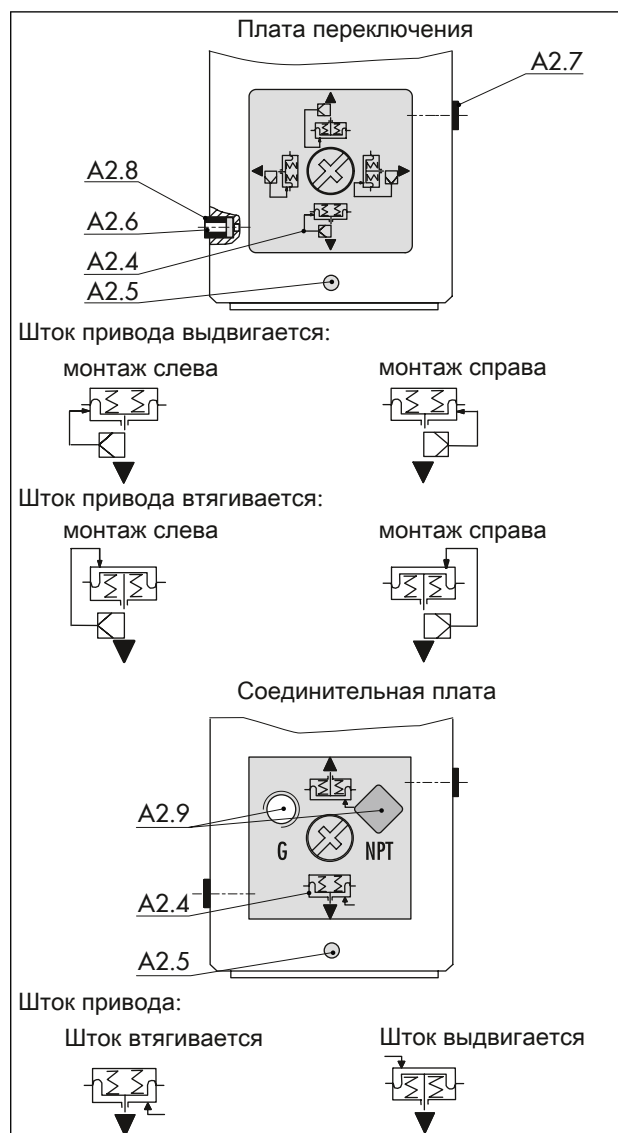

Рис. 15: Плата переключения и соединительная плата для Тип 3277-5
- ⇒ Поверните плату переключения таким образом, чтобы символ, соответствующий стороне монтажа и положению безопасности (A2.4) был направлен на маркировку (A2.5), см. Рис. 15.
- ⇒ Поверните соединительную плату таким образом, чтобы символ, соответствующий положению безопасности (A2.4), был направлен на маркировку (A2.5), см. Рис. 15.